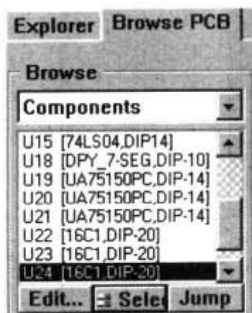

图 18-1 元件选择对话框
- (1) 运行 Protel 99 SE，打开设计好的 PCB 图。
- (2) 先选取 PCB 图中的引脚。如果没有选取引脚，则在元件浏览器中选择一个元件。然后，单击 Select 按钮，选中元件，如图 18-1 所示。